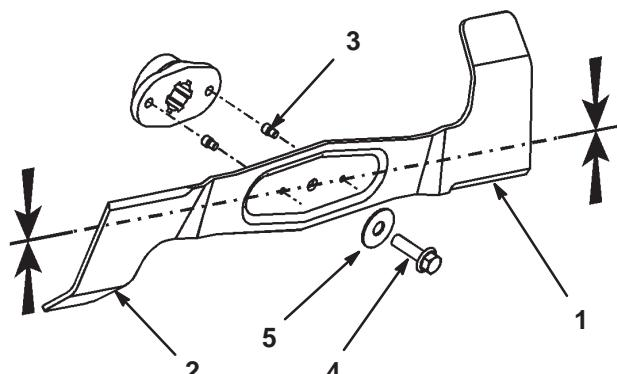

Figure 38
2. Inspectez les tranchants des lames (Fig. 38). Si elles ne sont pas tranchantes ou si elles présentent des indentations, déposez et aiguisez les lames (voir Aiguisage des lames, page 32).
3. Inspectez les lames, surtout les bords recourbés (Fig. 38). Si vous remarquez que la lame est usée ou endommagée à ces endroits, remplacez-la immédiatement.
4. Si les goupilles de cisaillement sont cassées, remplacez-les immédiatement (Fig. 38).
3. Enlevez le boulon, la rondelle et la lame (Fig. 38). Pour enlever le boulon, bloquez éventuellement la lame en introduisant une cale en bois entre la lame et le carter de tondeuse.
1. Installez la lame, la rondelle et le boulon de fixation (Fig. 38).